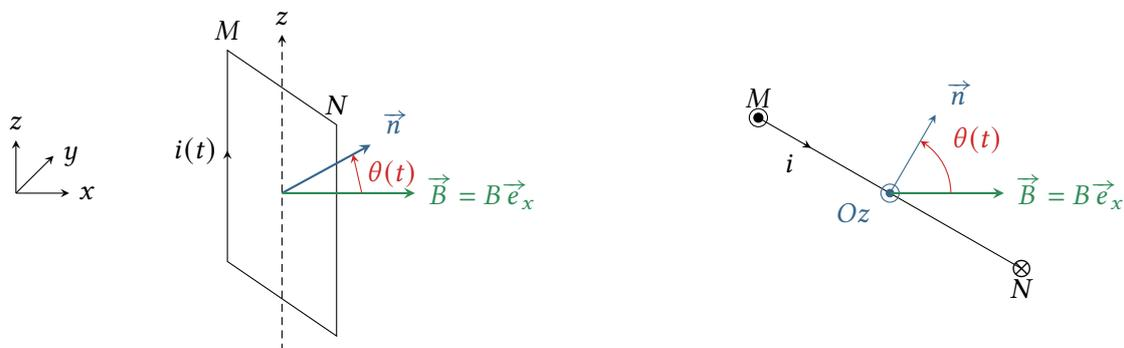

Figure 1 – Schéma d'alternateur modèle.
**I3.4** - On modélise un alternateur par une spire rectangulaire, de normale  $\vec{n}$ , plongée dans un champ magnétique constant  $\vec{B} = B\vec{e}_x$ , voir figure 1. Sous l'effet d'un couple extérieur  $\Gamma_0\vec{e}_z$ , cette spire tourne à vitesse angulaire  $\Omega_0$  supposée constante autour de l'axe ( $Oz$ ). Cette spire possède une résistance interne  $r$  et alimente une résistance électrique extérieure  $R$ , qui modélise un récepteur. Établir les équations électrique et mécanique.